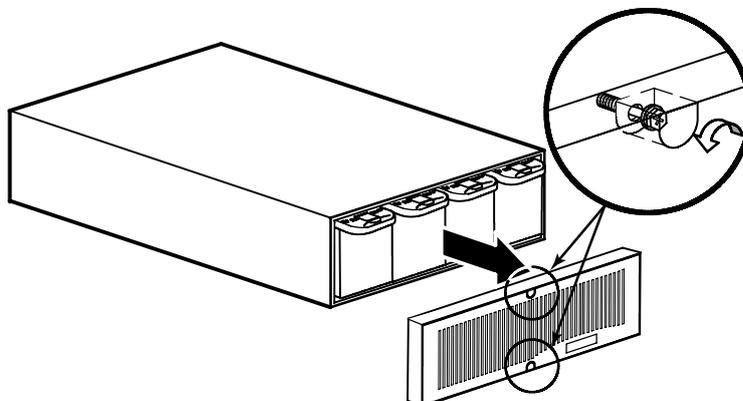

Abbildung 41. Entfernen der Frontplatte des EBMs
3. Die Frontplatte des EBMs entfernen (siehe Abbildung 41).